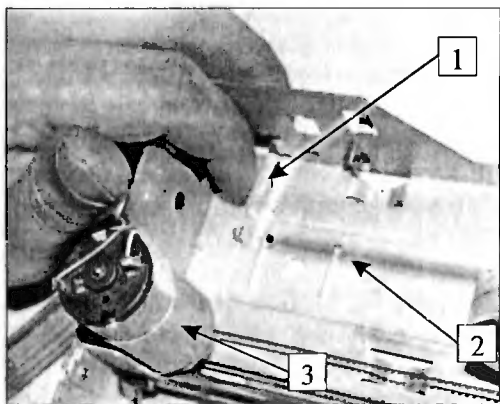
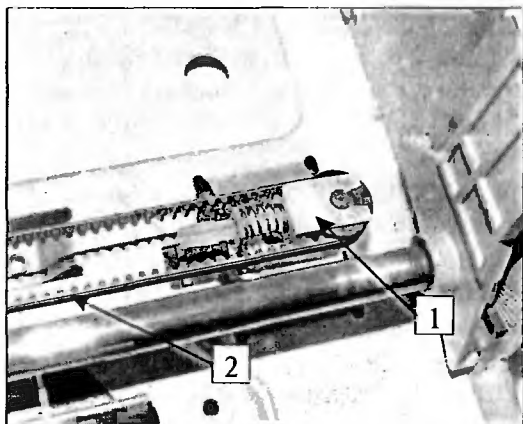
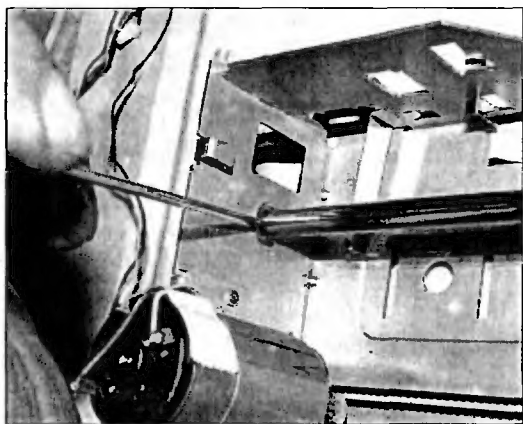

Рис. 1.12
Рис. 1.13
Рис. 1.14
10. Снимают каретку (рис. 1.12). Для этого вначале снимают ленту позиционирования: отводят пружинную пластину 1 крепления ленты вправо, ослабляют натяжение ленты 2, высвобождают ее отверстия по краям из выступов и вынимают саму ленту. Затем отжимают натяжитель 1 (рис. 1.13) влево, ослабляют ремень 2 и снимают его сначала с натяжителя, а потом с вала мотора привода каретки (рис. 1.12). С помощью тонкой отвертки вынимают стопорные шайбы, фиксирующие направляющие каретки (рис. 1.14,